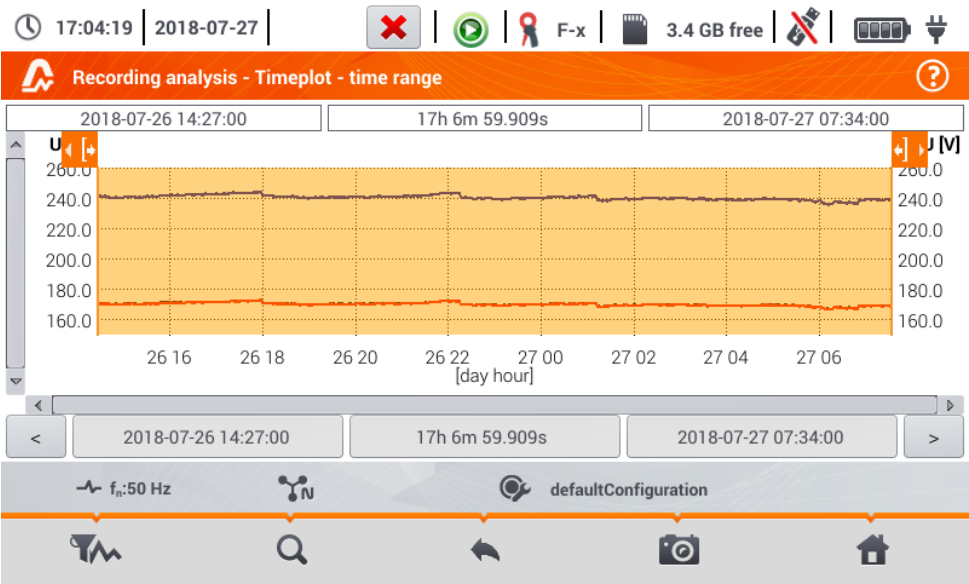

Fig. 6.19. Aufnahme Zeitdiagramm
Wurde wie in **Abschnitt 6.8** Schritt ③ das  Symbol ausgewählt, wird wie in **Fig. 6.19** folgende Darstellung angezeigt.